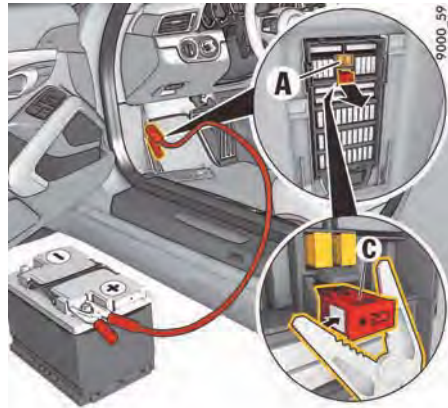

図167: トランク・リッドの緊急解除 - プラス端子の接続
8. プラス端子 C (図167) をヒューズ・ボックスに押し込み、ヒューズ・ボックスのプラスチック・カバーを取り付けてください。